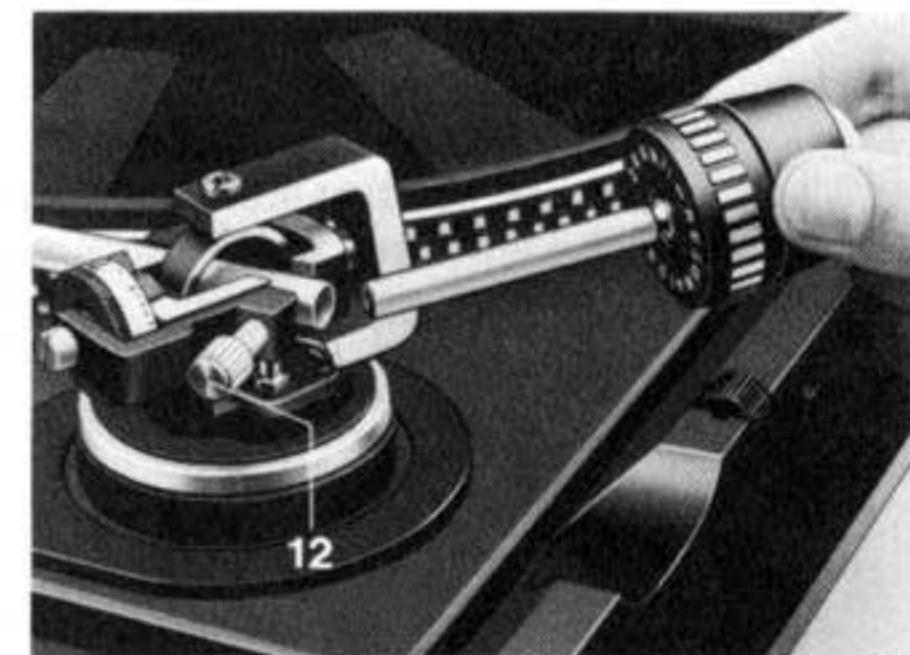

Fig. 3
Nehmen Sie bitte das Tonarm-Balancegewicht aus dem Styroporeinsatz und stecken Sie den Dorn des Balancegewichtes, nach Lösen der Feststellschraube (12), in die dafür vorgesehene Öffnung am hinteren Ende des Tonarmes. Die dreikantförmige Aussparung am Dorn muß dabei nach unten zeigen (Fig. 3). Das Ausbalancieren sowie das jetzt erforderlich werdende Einstellen von Auflagekraft und Antiskating ist ausführlich beschrieben auf den Seiten 16, 18 und 20.
Placer alors le plateau directement sur le moteur. Retirer le contrepoids du bras de l'emballage de styrpor, et introduisez la tige du contre-poids, après avoir desserré la vis de blocage (12), dans l'ouverture prévue à cet effet à l'extrémité arrière du bras de lecture. L'encoche triangulaire de la tige doit alors être tournée vers le bas (Fig. 3).
Next place platter directly on the motor. Take the tonearm counterbalance out of its styrofoam insert. Loosen the setscrew (12) at the rear of the tonearm, and insert the shaft of the counterbalance in the opening provided for this purpose. The triangular-shaped notch of the shaft must point in downward direction (Fig. 3).